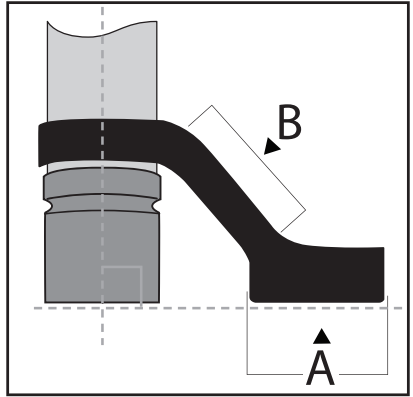

Figure 2
Reaction bar must be properly installed and used to minimize hazards due to reaction torque. See Figure 2. Loss of tool control and injury can result if reaction bar is not used.
- Torque reaction bar must be installed with the center of the reaction bar and nut (fastener) perpendicular to the center axis of the tool. See Figure 2.
- Only react torque on maximum surface of the reaction bar. See Figure 2, A.
- Do not react torque on other surfaces of the reaction bar. See Figure 2, B.
La barra de reacción debe instalarse y utilizarse correctamente para minimizar los peligros debidos al par de reacción. Consulte la ilustración 2. Si no utiliza la barra de reacción, podría perder el control de la herramienta y sufrir lesiones corporales.
- La barra de reacción de par debe instalarse con el centro de esta y la tuerca (elemento de sujeción) en perpendicular al eje central de la herramienta. Consulte la ilustración 2.
- Aplique el par de reacción únicamente en la superficie máxima de la barra de reacción. Consulte la ilustración 2, A.
- No aplique el par de reacción en otras superficies de la barra de reacción. Consulte la ilustración 2, B.
La barre de réaction doit être correctement installée et utilisée afin de minimiser les risques engendrés par le couple de réaction. Reportez-vous à la Figure 2. Ne pas utiliser la barre de réaction peut entraîner une perte de contrôle de l'outil et des blessures.
- Lors de l'installation, le centre de la barre de réaction et de l'écrou (dispositif de serrage) doit être perpendiculaire à l'axe de l'outil. Reportez-vous à la Figure 2.
- Appliquer la réaction de couple uniquement sur la surface maximale de la barre de réaction. Reportez-vous à la Figure 2, A.
- Ne jamais appliquer la réaction de couple sur les autres surfaces de la barre de réaction. Reportez-vous à la Figure 2, B.